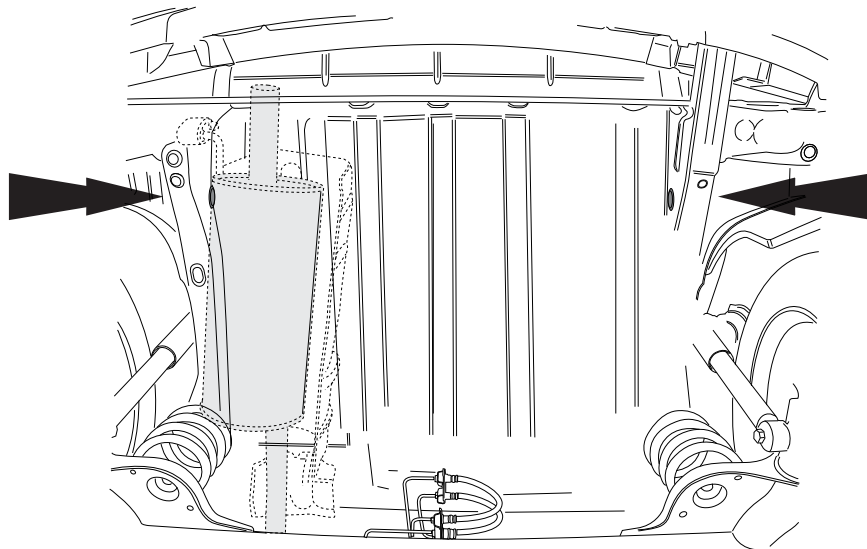

Fig. 4
7. Verwijder de afdichting zoals aangegeven. Zie fig. 4.
7. Remove the seal as indicated. See fig. 4.
7. Die Abdichtung wie angegeben entfernen. Siehe Abb.4.